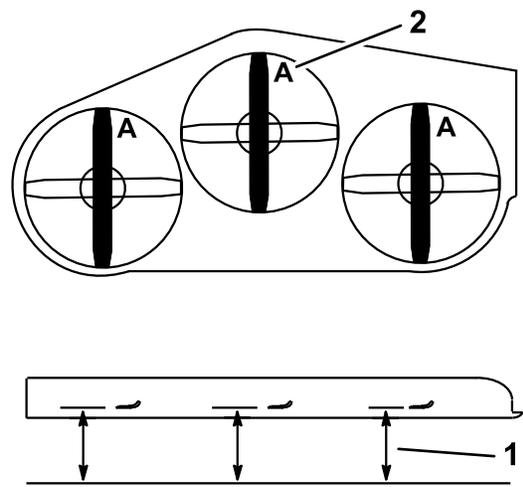

**Figure 89**
1. Examinez le tranchant des lames (Figure 89). Si les lames coupent mal ou présentent des indentations, déposez-les et aiguisiez-les. Voir Affûtage des lames (page 65).
2. Inspectez les lames, et plus particulièrement l'ailette (Figure 89). Remplacez immédiatement toute lame endommagée, usée ou qui présente une entaille (Figure 89).